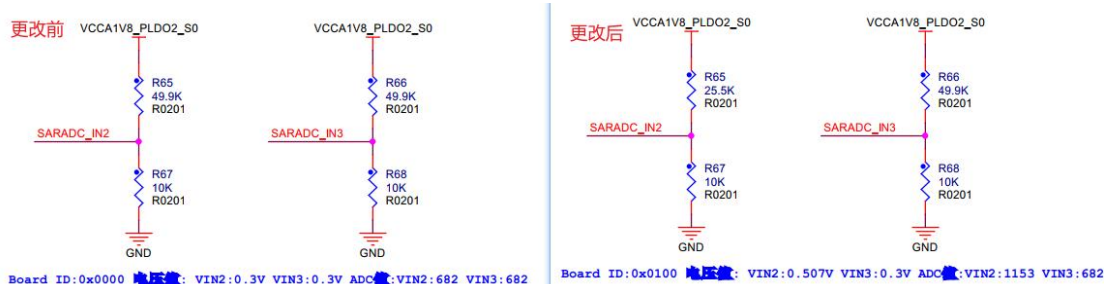

图 6
6. 升级 board id, 取值 0x0100, R65 电阻改为 25.5K, 更改前后对比如图 6 所示。